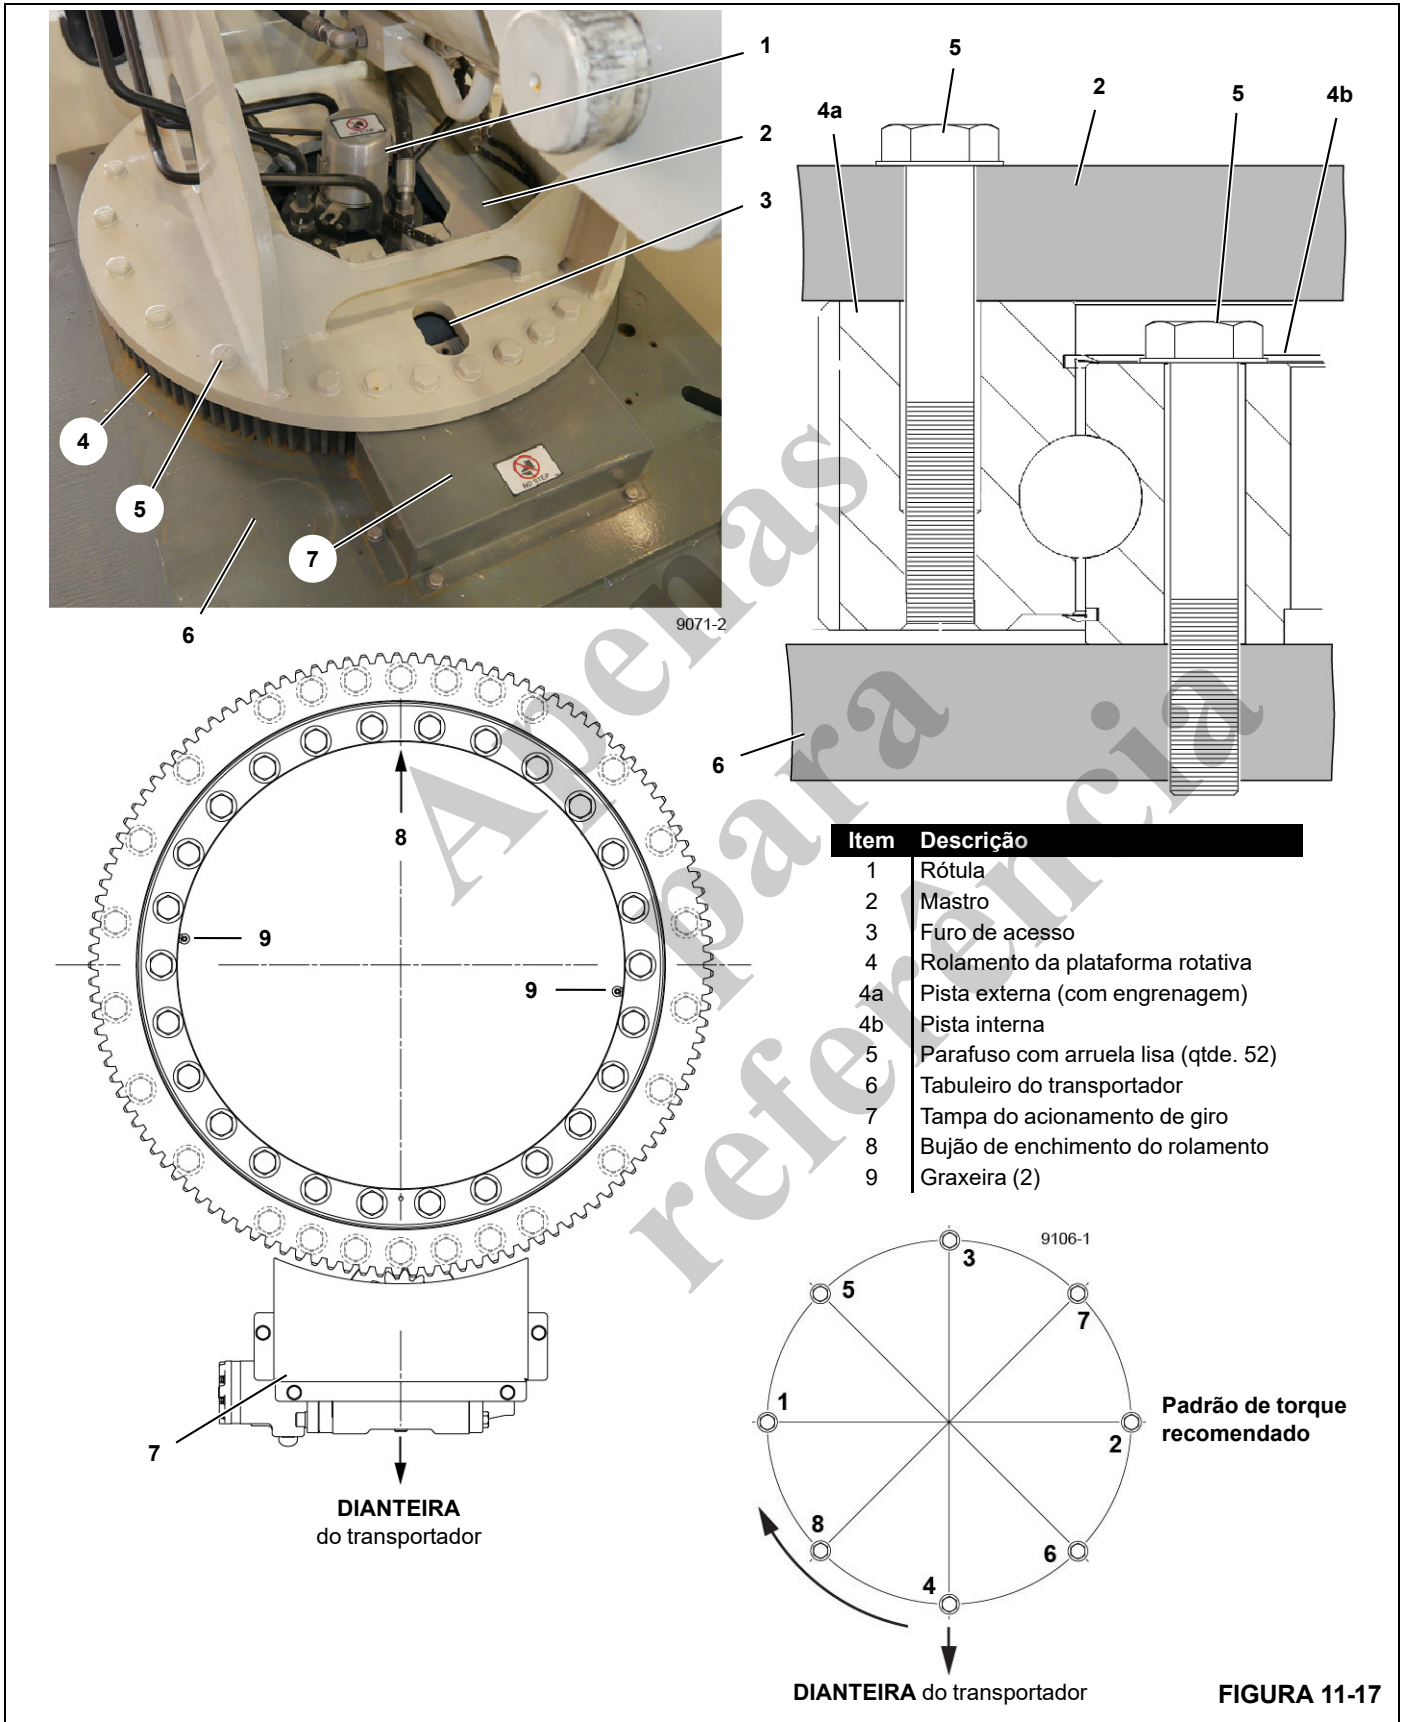

FIGURA 11-17
O mastro é fixado ao tabuleiro do transportador através de um rolamento da plataforma rotativa como mostrado na Figura 11-17.
O rolamento tem duas graxeiras (9, Figura 11-17) distanciadas 180° na pista interna. Um furo com fenda (3) na placa do mastro oferece acesso aos parafusos e às graxeiras da pista interna.
Ao verificar o torque dos parafusos, use o padrão diametralmente oposto de 180° mostrado na Figura 11-17.